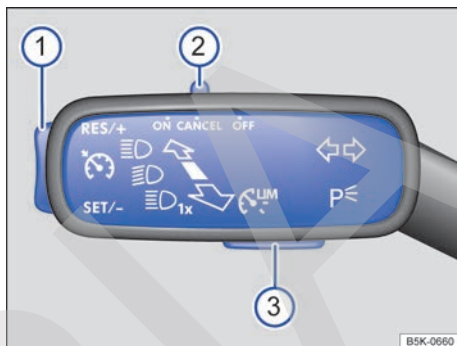

Fig. 147 En el lado izquierdo de la columna de dirección: mando y teclas para manejar el limitador de velocidad.
- Desplace el mando → fig. 147 ② a la posición **ON**.